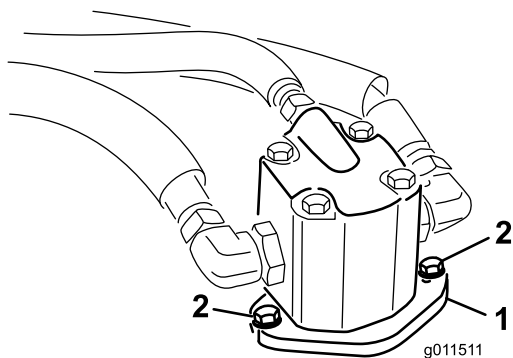

Figura 73
4. Retire los pernos que sujetan el motor hidráulico a la carcasa de corte (Figura 73).